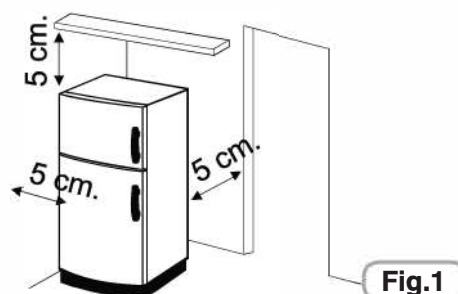

Fig.1
• Attendere almeno 3 ore dalla collocazione in sede definitiva prima di mettere in funzione l'apparecchio. Assicurarsi che lo spazio circostante al frigorifero sia sufficiente per la ventilazione. L'illustrazione (fig.1) mostra lo spazio minimo necessario per l'installazione del frigorifero.
Mantenendo uno spazio maggiore dal muro, il frigorifero consuma un importo minore di energia elettrica. L'utilizzo del frigorifero in uno spazio dalle dimensioni minori rispetto a quelle indicate nell'illustrazione in basso (fig.1), potrebbe provocare un non corretto funzionamento, forti rumori e guasti.